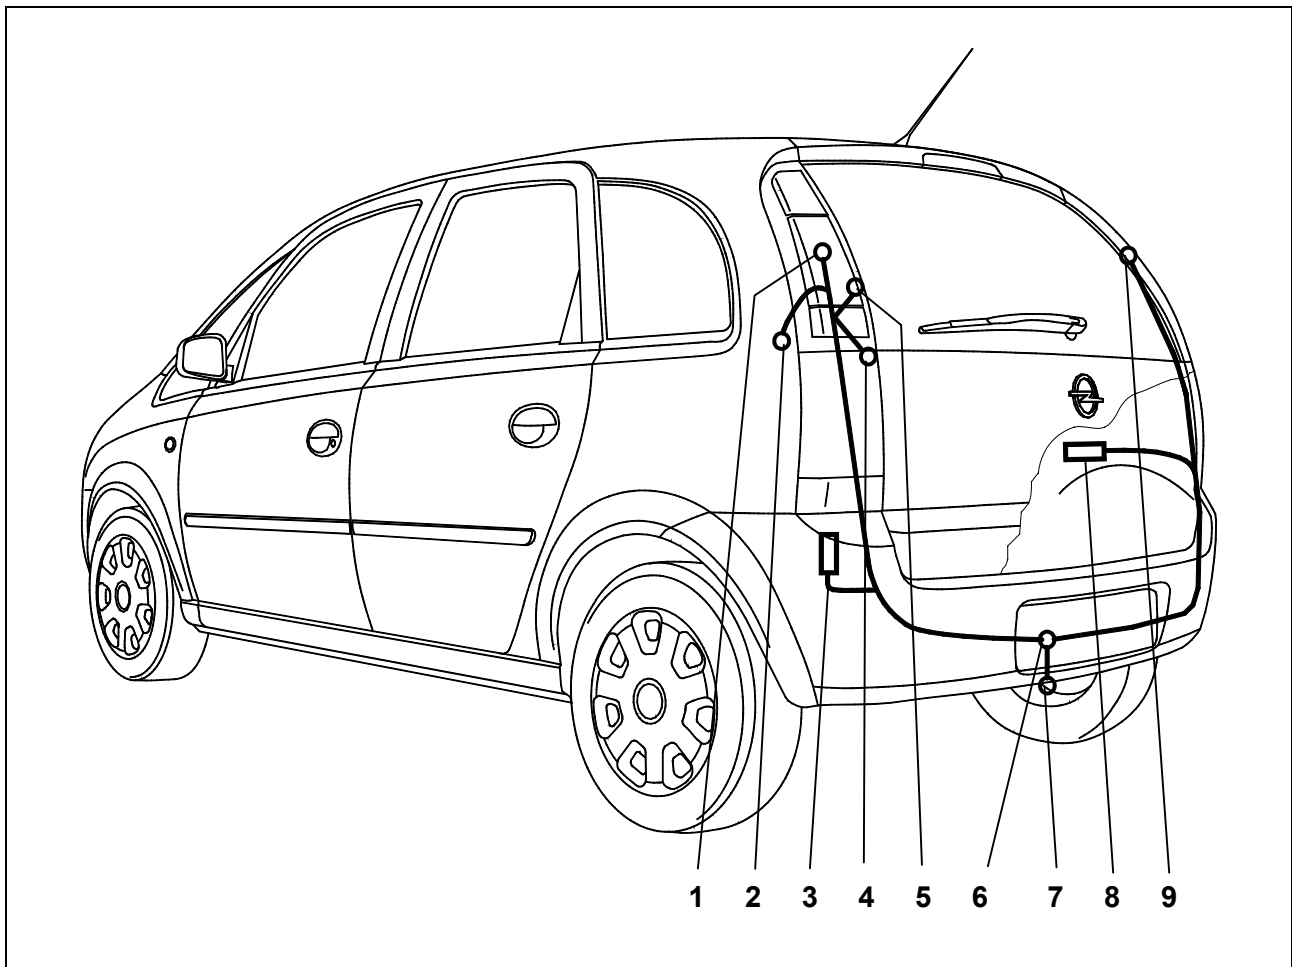

Abb. 1, Fig. 1, Afb. 1, Obr. 1
4. Im Heckabschlussblech an geeigneter Stelle (Abb. 1/6) ein 40 mm Loch für die Kabel-Durchführung einbringen.
6. Das Steckdosenende des Leitungstranges durch die Kabel-Durchführung, ausgehend vom Kofferraum, nach außen zum Steckdosenhalteblech (Abb. 1/7) verlegen.
7. Die Gummitülle in die Kabel-Durchführung (Abb. 1/6) einsetzen.
8. Die Masseleitung am vorgesehenen Masseanschluss (C-Säule) (Abb. 1/5) festschrauben.
10. Den Leitungsstrang gemäß der *Steckdosenbelegung* am Steckdosengehäuse (Abb. 1/7) anschließen und die Gummidichtung an die Steckdose heranschieben.
11. Die Steckdose mit den beiliegenden Schrauben und Muttern am Halteblech (Abb. 1/7) festschrauben.
13. Das Leitungsende mit der Kennzeichnung rechts entlang dem Heckabschlussblech zur rechten Rückleuchte (Abb. 1/9) verlegen.
15. Das Leitungsende mit der Kennzeichnung links entlang dem Heckabschlussblech zur linken Rückleuchte (Abb. 1/1) verlegen.
19. Den 12-poligen Stecker auf das Anhängersteuermodul aufstecken und in der linken Seite des Kofferraumes mit Klettband befestigen (Abb. 1/3). Auf festen Sitz achten!
20. Die braunen Leitungen mit der Ringöse an dem Fahrzeugseitigen Massepunkt (Abb. 1/5) anschließen, ggf. leitenden Verbindung zur Fahrzeugmasse herstellen.
21. Den 2x1-poligen Stecker mit dem passenden Gegenstück des fahrzeugseitigen Leitungsstranges auf der linken Fahrzeugseite (Abb. 1/4) anbringen.
Bei Fahrzeugen mit EPH besteht die Möglichkeit, die EPH bei Anhängerbetrieb inaktiv zu schalten. Das Steuergerät der EPH (Abb. 1/8) befindet sich hinter der rechten Seitenverkleidung des Kofferraums.
22. Die braun/weiße Leitung vom Stecker des Anhängersteuermoduls (Abb. 1/8) zum Steuergerät der EPH (Abb. 1/8) verlegen und anschließen.